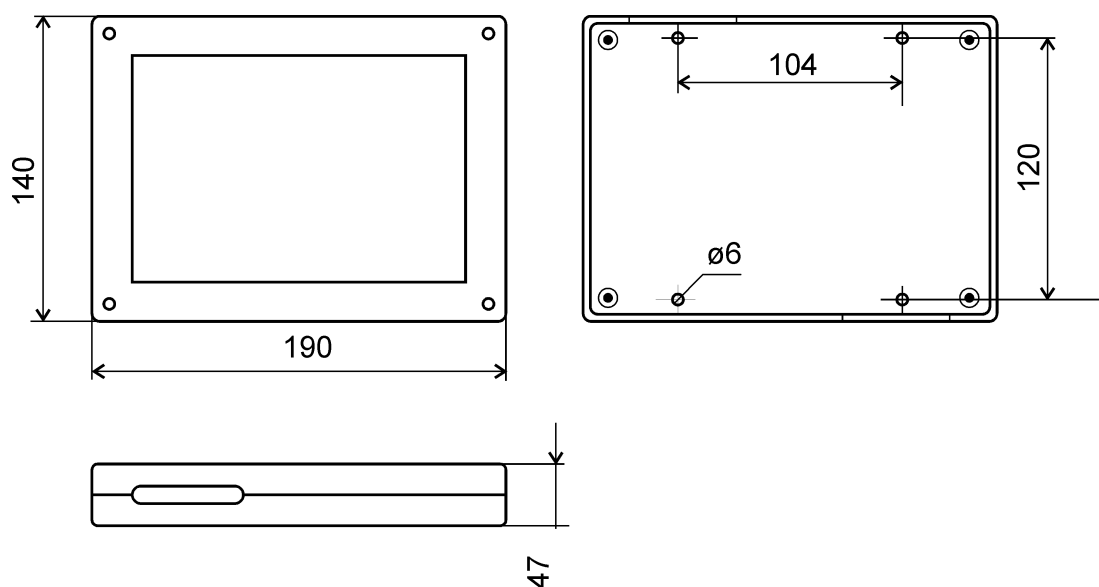

Рисунок 27.
«СФ-КУ4005» поставляется в пластмассовом корпусе (рис.27). Корпус имеет съемную крышку, которая крепится с помощью четырех винтов. На задней стороне корпуса расположены 4 отверстия для крепления к стене. На торцах корпуса имеются монтажные отверстия.
2. В соответствии с шаблоном на рис.27 установите модуль на стене. Установка модуля должна производиться на капитальной стене или перекрытии в местах, защищенных от атмосферных осадков, механических повреждений и доступа посторонних лиц.